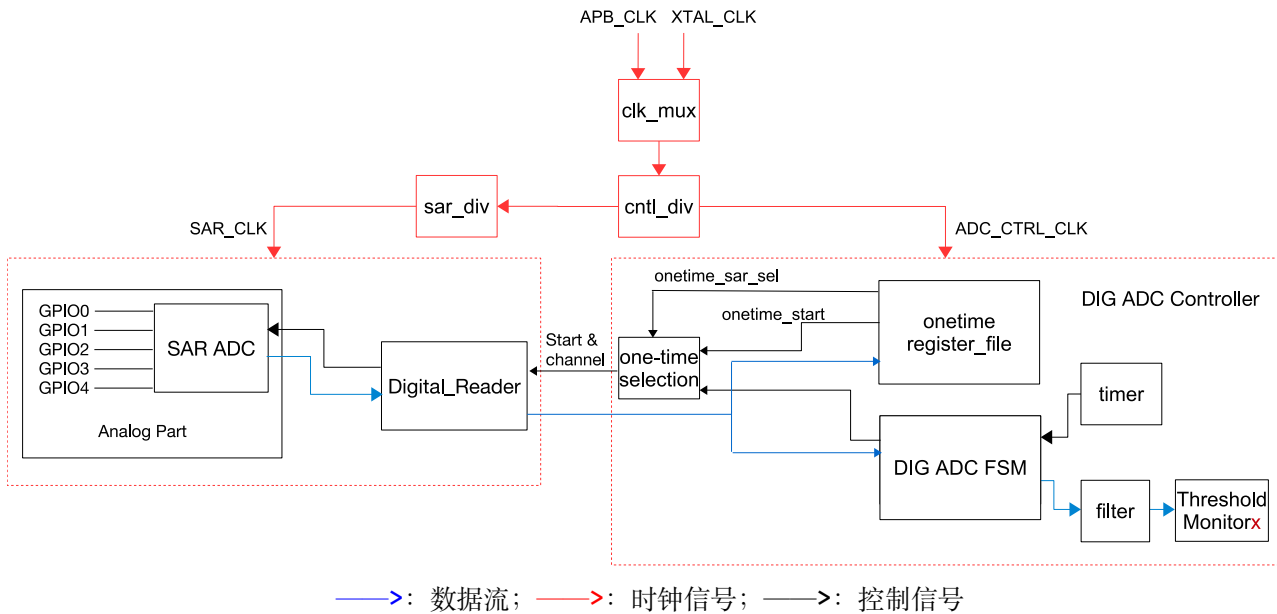

图 23.2-1. SAR ADC 的功能概况
如图 23.2-1 所示，SAR ADC 模块主要包括以下元件：
- 数据传输给滤波器 (filter) 和阈值监控器 (threshold monitor) 后丢失（见图 23.2-1）；